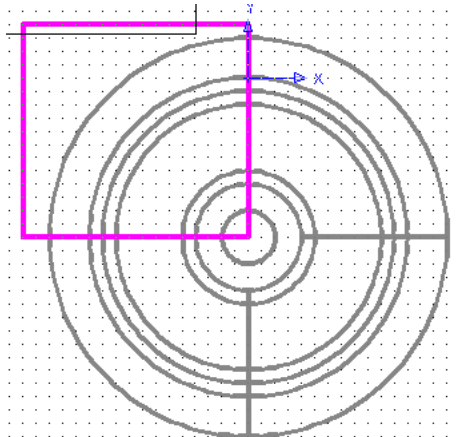

Рисунок 4.3 – Послідовність виконання чверті деталі
4.11 Командою  **Прямоугольник** побудувати прямокутник таким чином, щоб він охоплював верхню ліву частину проєкції деталі (рис. 4.3).